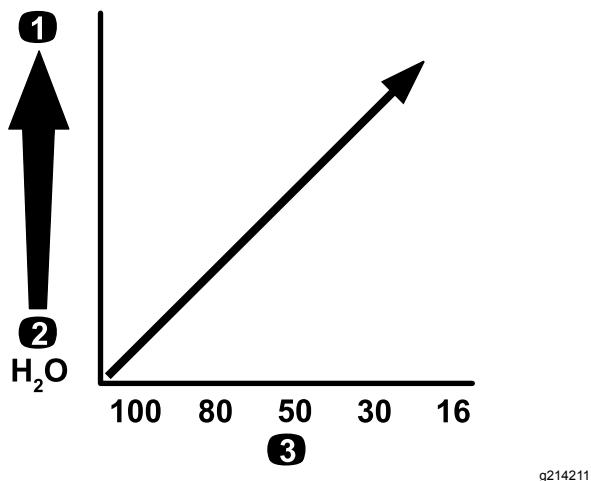

Figure 79
**Important:** Si vous pulvérisez des produits chimiques de viscosité plus élevée (plus épais) ou des solutions avec poudres mouillables, vous devrez peut-être utiliser un maillage plus grossier pour le filtre sous pression en option ; voir Figure 79.